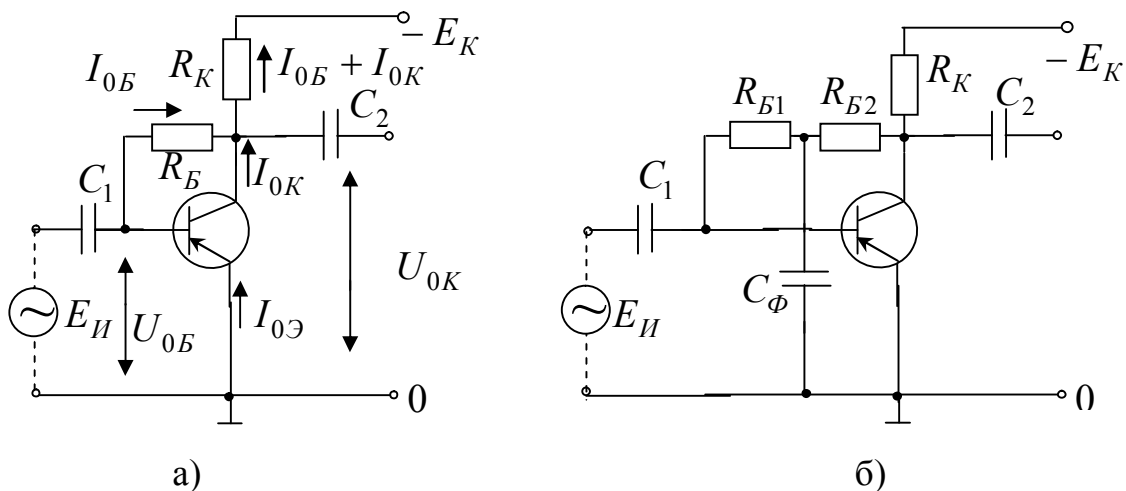

Рисунок 13 – Коллекторная стабилизация, где:
**Коллекторная стабилизация** (рисунок 13, а)). Стабилизация осуществляется введением параллельной отрицательной ОС по напряжению. Напряжение подается через резистор  $R_B$ , который включают между коллектором и базой. При этом напряжение на коллекторе  $U_{0K} = E_K - R_K(I_{0B} + I_{0K}) = U_{0B} + R_B I_{0B}$ . Поскольку напряжение  $U_{0B}$  ничтожно мало по сравнению с напряжением на резисторе  $R_B$ , им можно пренебречь. Тогда  $R_B I_{0B} = E_K - R_K(I_{0K} + I_{0B})$ , откуда следует, что, например, при увеличении температуры и, следовательно, тока  $I_{0K}$  напряжение на резисторе, равное  $R_B I_{0B}$ , уменьшается, т. е. уменьшается ток  $I_{0B}$ , а это вызывает уменьшение тока  $I_{0K}$ . Чтобы исключить отрицательную ОС по переменной составляющей коллекторного напряжения (что вызвало бы снижение коэффициента усиления усилителя), в цепь базы вводят конденсатор  $C_\Phi$  (рисунок 13, б)). При этом резистор  $R_B$  заменяют двумя с примерно равными сопротивлениями и конденсатор включают между ними и заземленной точкой, в результате чего переменная составляющая напряжения не попадает на резистор  $R_{B1}$ . Следует заметить, что сопротивление конденсатора должно быть значительно меньше (в десятки раз) сопротивления  $R_B = R_{B1} + R_{B2}$ .